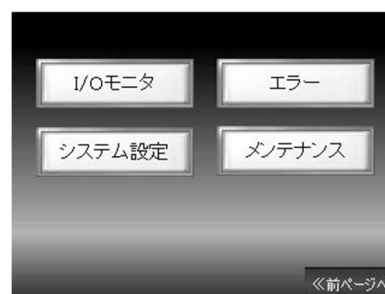
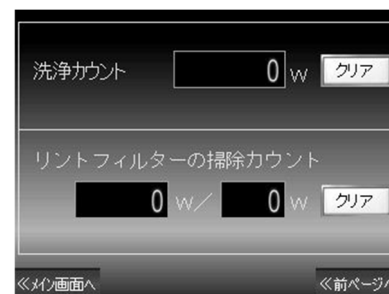

図 7-38
図 7-44
- ・ 運転画面の **メニュー** スイッチを押すと、メニュー画面に切り替ります。(図 7-38)
- ・ メニュー画面(図 7-38)の **I/O モニタ** スイッチを押すと、I/O モニタ画面に切り替ります。
- ・ メニュー画面(図 7-38)の **システム設定** スイッチを押すと、システム設定画面に切り替ります。(図 7-39)
メニュー画面(図 7-38)の **メンテナンス** スイッチを押すと、メンテナンス画面に切り替ります。(図 7-44)